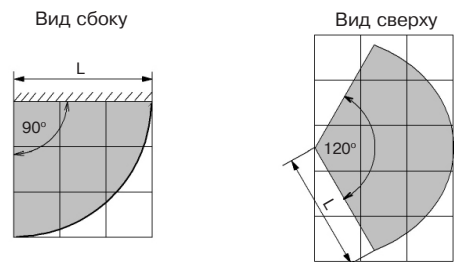

Рисунок 1 – Диаграмма зоны обнаружения
- при выборе места установки следует принимать во внимание диаграмму направленности извещателя (рисунок 1);
- расстояние (L) от извещателя до самой удаленной точки охраняемого стекла должно быть не более 6 м;